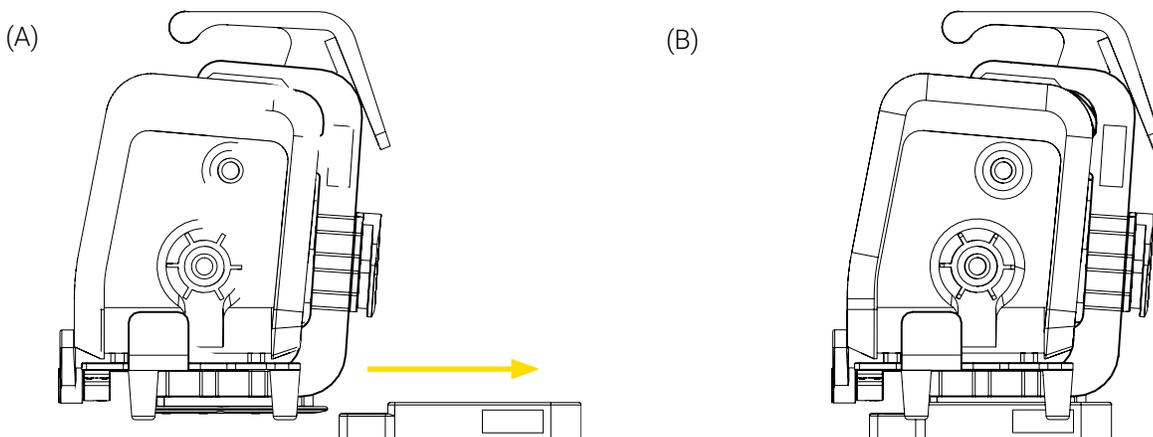

Figure 9: Installation du support Bracket Pro Serie 60 - GR sur une Standard Surface Base
1. Aligner et insérer le disque inférieur standard situé sous le support Bracket Pro Serie 60 - GR horizontalement dans la Standard Surface Base jusqu'à ce qu'elle se verrouille (Figure 9).